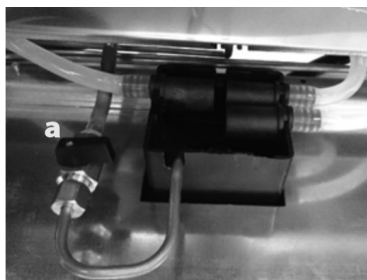

Figura 8
- a) Il rubinetto di scarico caldaia a deve essere chiuso (figura 8).